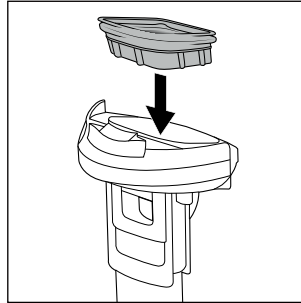

Abb. 28
- ◆ Wenn die Teile getrocknet sind, setzen Sie den Schmutzfilter **10** wieder in den Deckel des Schmutzwasserbehälters **9** (siehe Abb. 28).